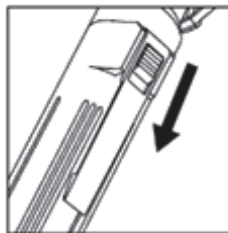

Fig. 4
4.2. Ligue o aparelho, empurrando o botão ON/OFF para baixo (Fig. 4).